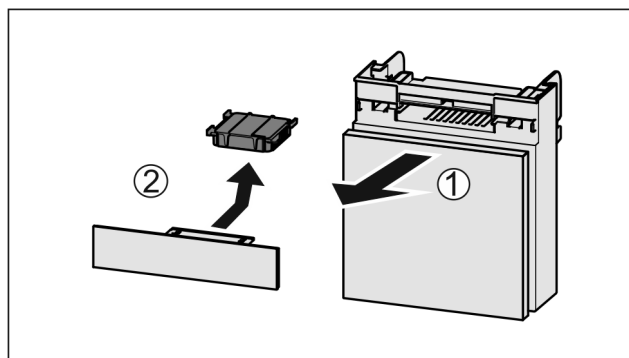

Fig. 169
- Estrarre il vano tirando in avanti Fig. 169 (1).
- Rimuovere il filtro a carboni attivi Fig. 169 (2).